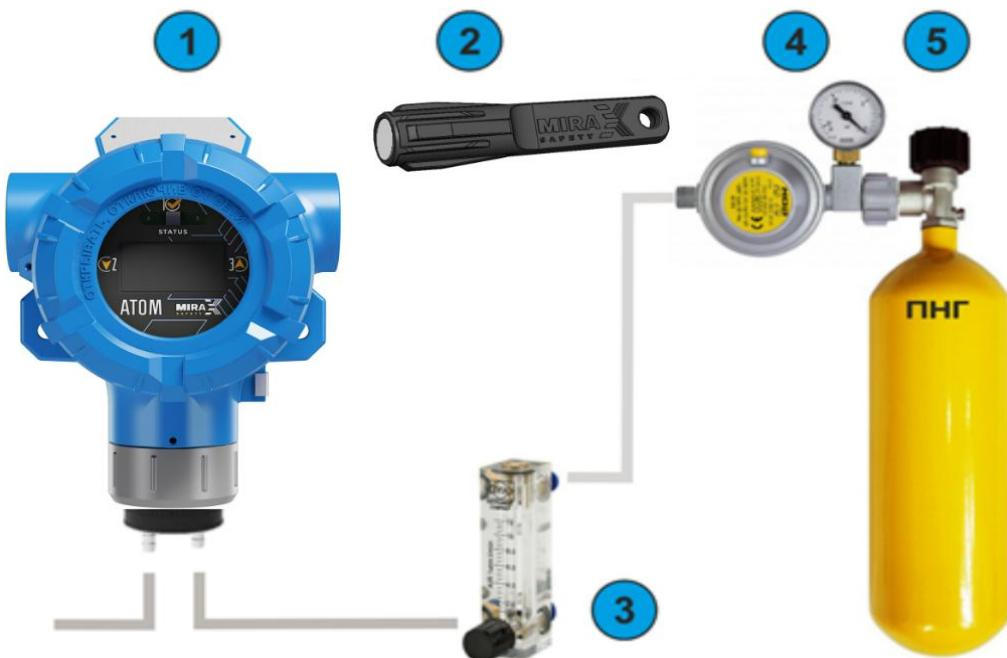

Рисунок 39 - Комплект для калибровки нуля магнитным ключом
- ①АТОМ;
- ②Магнитный ключ;
- ③Ротаметр;
- ④Редуктор;
- ⑤ПНГ (поверочный нулевой газ) либо заведомо чистая атмосфера без остаточного количества определяемого газа (см. рисунок 39).